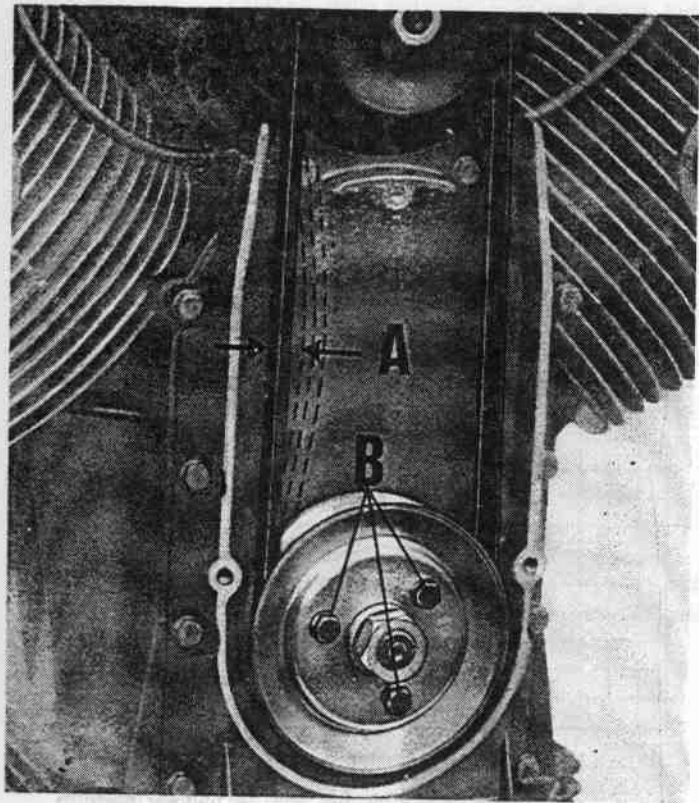

Fig. 28
**Cinghia dinamo** (vedere fig. 28) Con l'uso, la cinghia può allentarsi, e quindi slittare; è necessario quindi verificare la tensione.